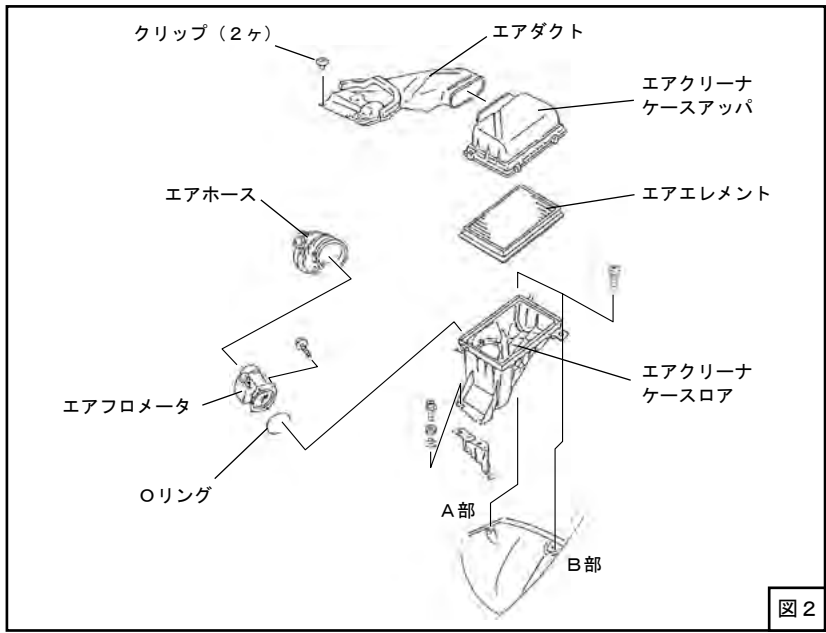

図 2
(クリップは中央を押すと外れます。) (図1、図2)
- (3) エアフロメータのコネクタを外してください。
- (4) エアホースのホースバンドを緩めてください。(図2)
- (5) エアクリーナケースアツパとエアエレメントを取外してください。(図2)
- (6) エアクリーナケースロアを取外してください。(図2)
- (7) エアクリーナケースロアからエアフロメータを取外してください。この時、エアクリーナケースロア側にOリングが残っていないか確認して、残っていたら取外してください。(再使用します)